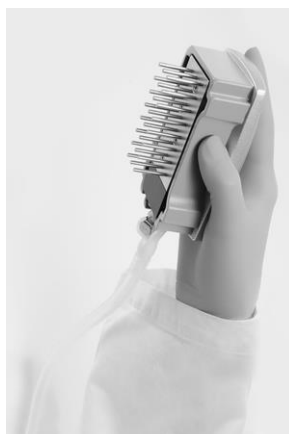

Ilustración 3. Ilustración de la herramienta de vacío levantada en vertical más de 90°.
9. Suba la herramienta de vacío e inclínela más de 90° hacia atrás, durante 5 segundos, para drenar el líquido de las sondas de filtros (ilustración 3).
- 14. Suba la herramienta de vacío e inclínela más de 90° hacia atrás, durante 5 segundos, para drenar el líquido de las sondas de filtros (ilustración 3).**
- 15. Desconecte el interruptor de vacío de la herramienta (Off) y colóquela en la posición de reposo [Parking (P)].**